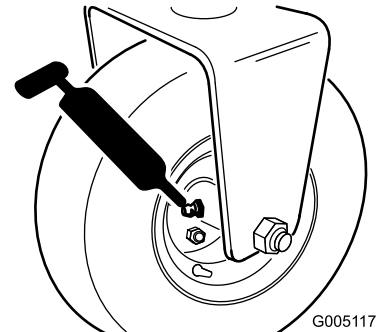

Figura 39
- Mozzo del rullo posteriore o, se è montato un kit di trazione a 3 ruote, frizioni del rullo posteriore e cuscinetto a sfera esterno (1) (Figura 39)